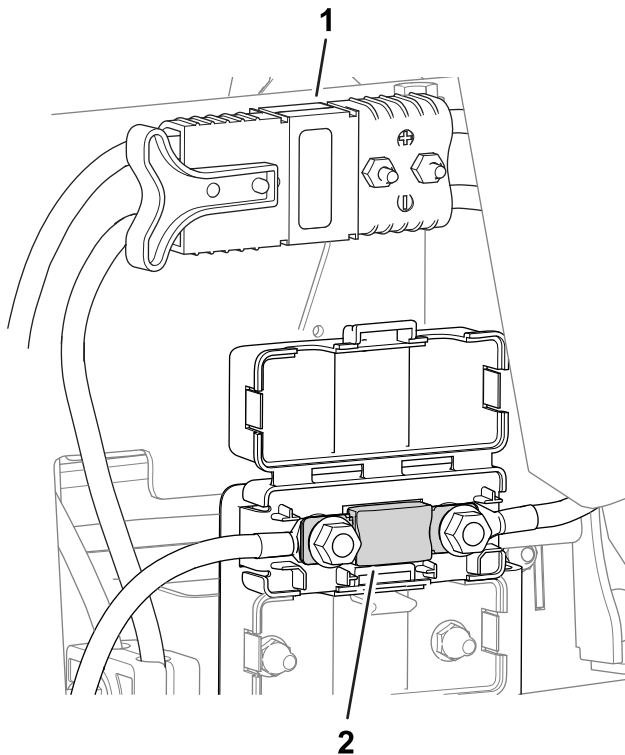

Bild 54
- Die Sicherung für das elektrische System befindet sich unter den Hauptstromanschlüssen (Bild 54).